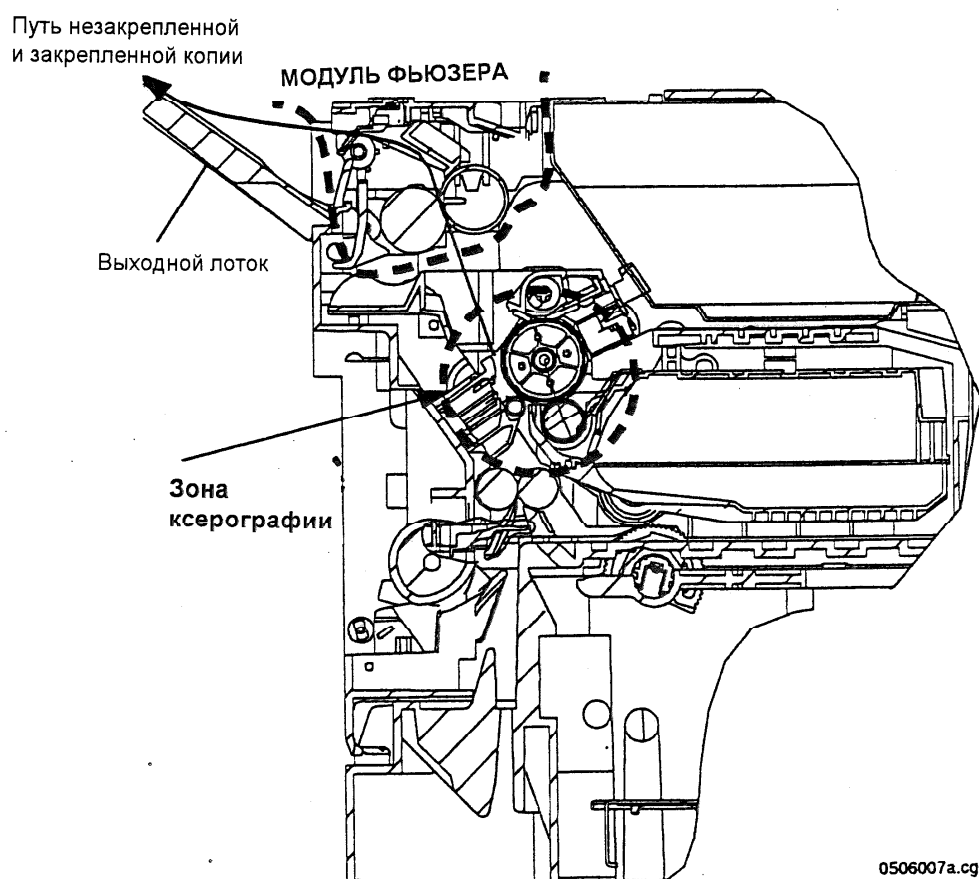

Рис. 1. Расположение элементов фьюзера относительно пути прохождения копии
Когда незакрепленная копия покидает зону ксерографии, она поступает в блок фьюзера. См. рис. 1. Как и в других копирах, в Хегох 214/212, изображение закрепляется на бумаге при прохождении между нагревательным и прижимным валом фьюзера. Копия направляется к зажиму ролика вывода. Ролик вывода переносит копию мимо активатора датчика вывода копий и продвигает в выходной лоток. Выходной лоток установлен на модуле транспортера (см. рис. 1 и 2).
9. Датчик вывода копий и активатор датчика вывода копий (см. рис. 1, 2 и 3)